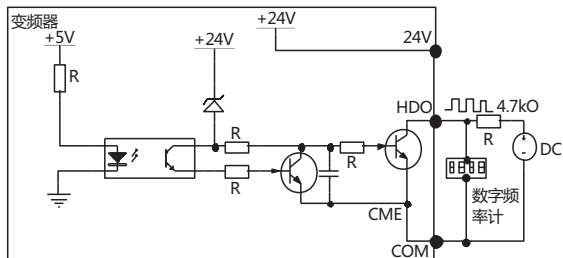

图4.20 输出端子HDO连接方式2
(3) HDO用作数字脉冲频率输出，可使用变频器内部的+24V电源，接线如图4.20所示。